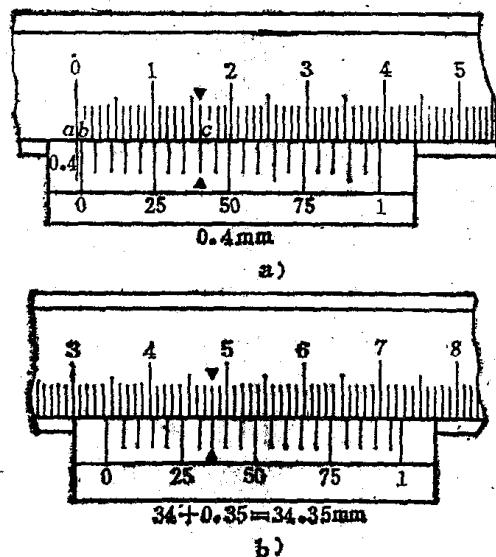

图1-9 分度值为0.05 mm游标卡尺的读数示例
(1) 游标卡尺的读数方法 应先读出游标“0”线左面尺身的整毫米数，然后再看游标和尺身哪条线正好上下对齐，读出小数毫米，最后相加即为实际测量的读数。例1，如图1-9 a 所示，分度值为0.05mm 游标
卡尺，“0”线左面为零，尺身与游标对齐位置在0.4mm处，其读数为0.4mm。图1-9 b所示，“0”线左面的整毫米数为34mm，游标、尺身上下对齐位置在0.35 mm处，所以